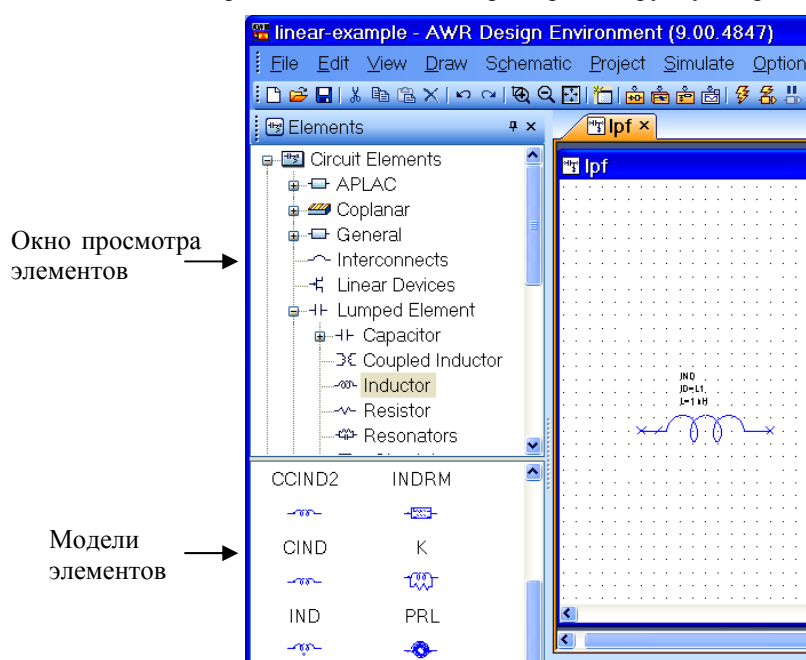

Рис. 3.2
1. Нажмите на панель **Elements** в нижней части левого окна, чтобы открыть окно просмотра элементов (см. рис. 3.2).